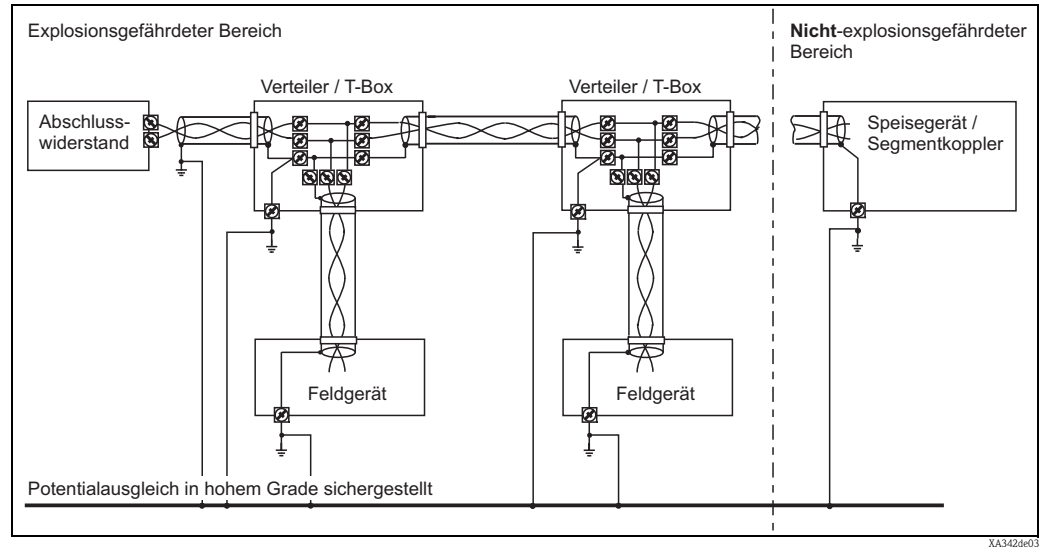

Abb. 3
- Erdung des Schirms siehe folgende Zeichnung: Abb. 3 und 4.